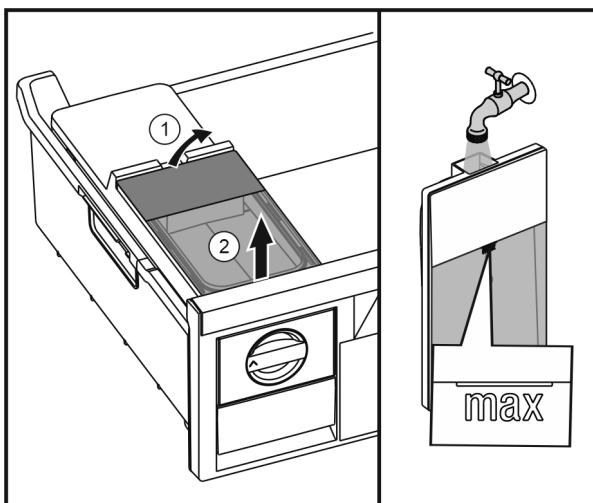

Fig. 29
- Поднять бак для воды сзади Fig. 29 (1) и извлечь движением верх Fig. 29 (2).